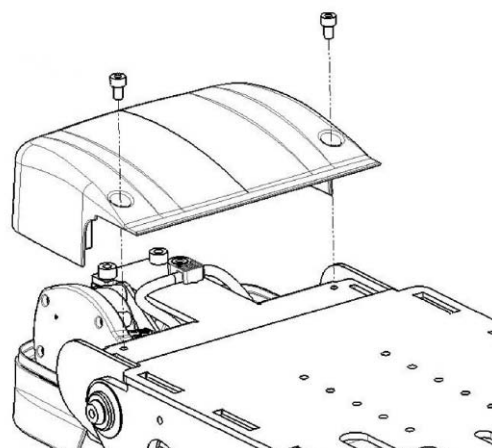

Bild 1. Den bakre kåpan sitter monterad med två skruvar.
1. Demontera sitstiltens bakre kåpa. Se bild 1.